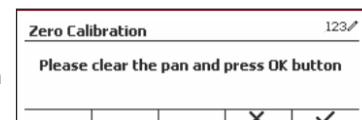

Figure 5
3. Retirez tout poids présent sur le plateau et appuyez sur le bouton multifonction correspondant à l'icône **✓**. (Voir Figure 5)